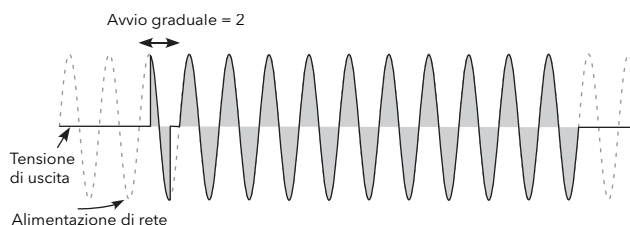

Figura 58 Esempio di avvio graduale
- Soft Start (Avvio graduale)** Solo per l'accensione a treno di impulsi, rappresenta la durata dell'avvio graduale, in mezzi periodi di tensione di alimentazione, applicando una rampa ad angolo di fase all'inizio di ogni periodo di accensione (Figura 58).